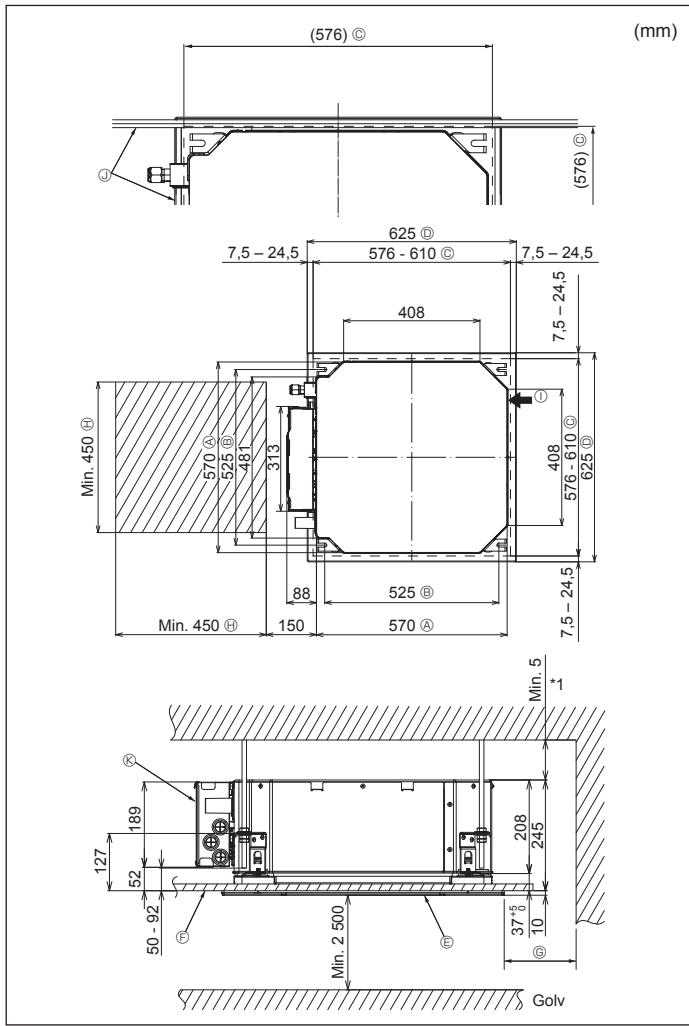

Fig. 2-2
2.2. Placering av taköppningar och upphängningsbultar (Fig. 2-2)